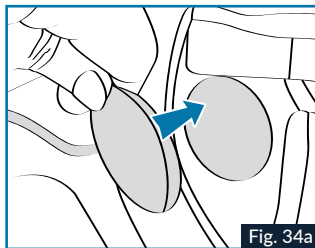

Fig. 34a
6. Fügen Sie in die Aussparungen für die Ohrstöpsel die linken und rechten Lautsprecher des SENA FOR SHARK (Bluetooth oder Mesh) ein. Sie werden am Klettverschluss auf der Rückseite der Lautsprecher und am Klettverschluss auf den Schaumstoffstöpseln in den Aussparungen für die Ohrstöpsel angebracht. Abb. 34a/b